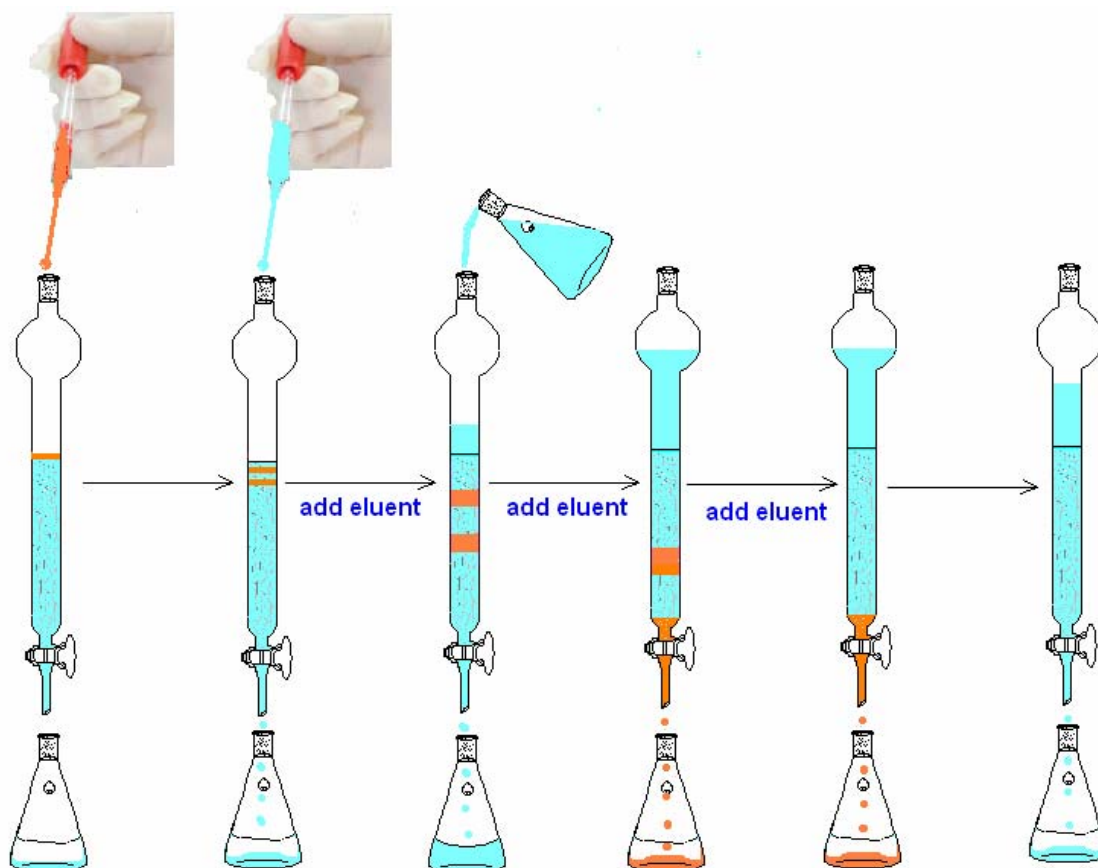

Рисунок 2.3. Осуществление колоночной хроматографии
2. Закройте кран. С помощью пипетки Пастера аккуратно перенесите содержимое реакционной смеси в верхнюю часть колонки (рисунок 2.3).